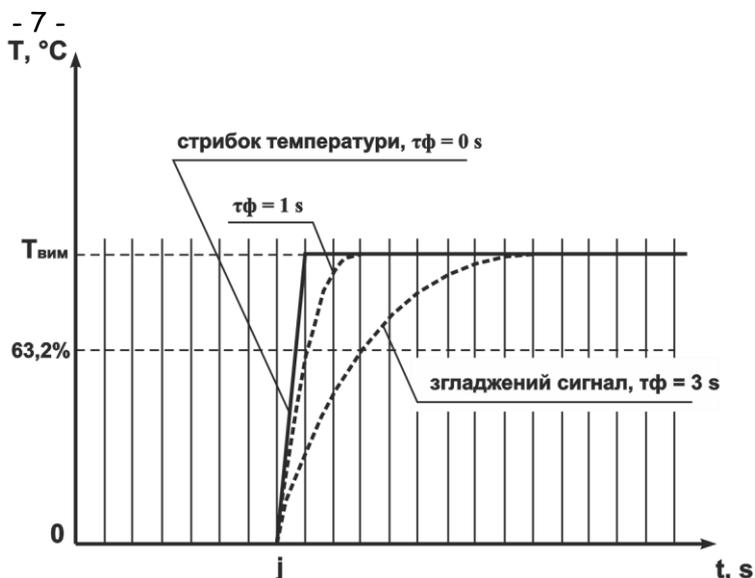

Рисунок 3.6
3.2.4.2 Цифровий фільтр усуває шумові складові сигналу, здійснюючи його експоненціальне згладжування. Основною характеристикою експоненціального фільтра є $tф$ – постійна часу цифрового фільтра, параметр $Ft\ 1$ ($Ft\ 2, Ft\ 3, Ft\ 4$) – інтервал, протягом якого температура досягає **63,2%** виміряного значення $T_{вим}$ (рисунок 3.6).